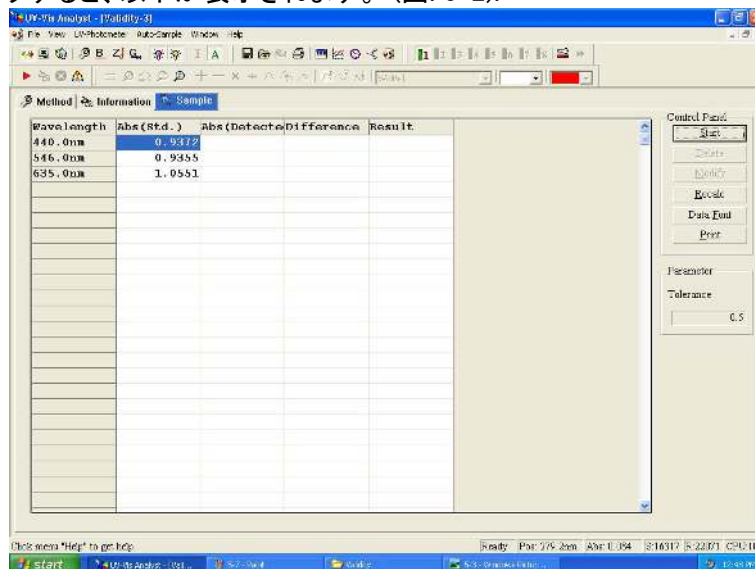

図. 5-2
5. **Sample** タブをクリックすると、以下が表示されます。(図. 5-2).